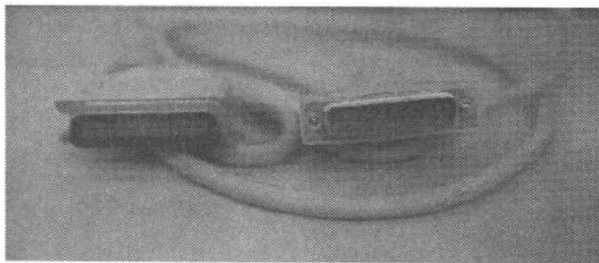

图 1-12 打印机 Cable
6. 打印机插座：为 D 形 25 PIN 母插座。如图 1-12 所示。